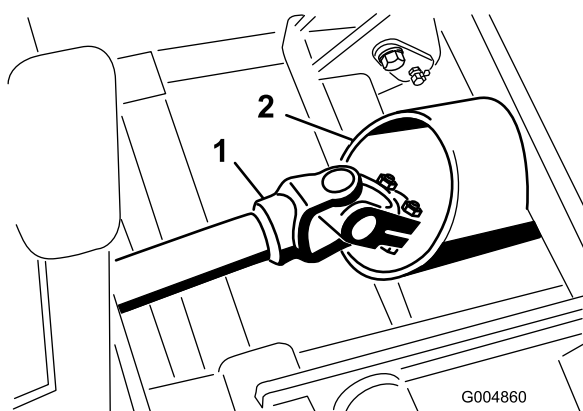

Figure 16
4. Roulez le châssis d'hiver en position avec précaution tout en passant l'arbre d'entraînement par le tube du châssis (Figure 16).